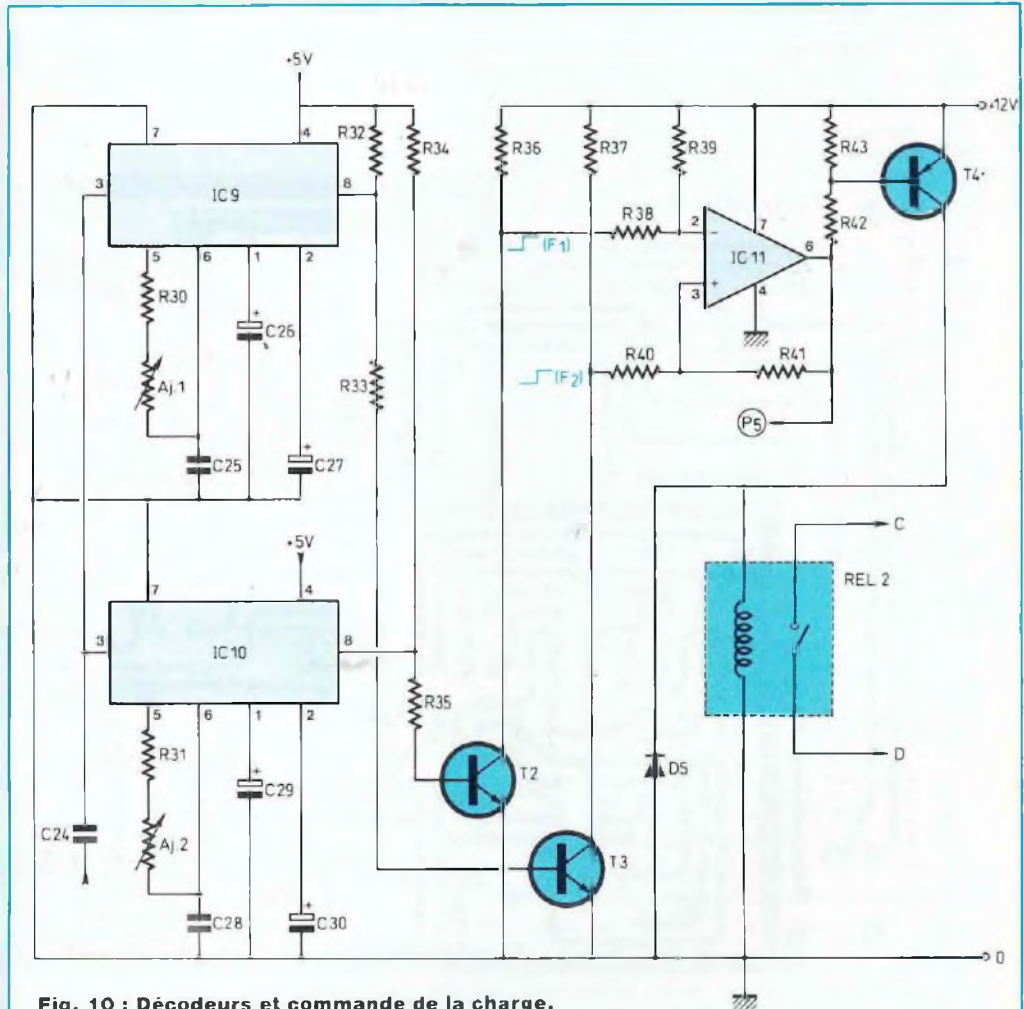

Fig. 10 : Décodeurs et commande de la charge.
La figure 10 regroupe les schémas de ces étages. Les créneaux de 200 mV précédemment évoqués parviennent, via C24, à deux circuits "tone decoder" LM 567, spécifiquement conçus pour réagir à une étroite bande de fréquences ΔF , autour d'une fréquence centrale d'accord F_0 . La résistance reliant les broches 5 et 6 et le condensateur de la broche 6, déterminent F_0 . Ici, nous accorderons C19 sur F2 de l'émetteur par R30, AJ1, C25 et C110 sur F1 par R31, AJ2 et C28. Les condensateurs C27 et C30 fixent la largeur relative de bande, $\Delta F/F_1$ ou
Les lecteurs familiarisés avec le circuit de décodage 567 s'étonneront sans doute de la capacité apparemment excessive des condensateurs de filtrage C26 et C29 (figure 10) : les données des constructeurs leur attribueraient plutôt quelque 2 à 3 μ F. Il s'agit, naturellement, d'un choix délibéré, dicté par deux motifs :
- ensuite, et surtout, ces capacités élevées provoquent, lors de la mise sous tension du récepteur, un bref passage (1 seconde) des sorties 8 de C19 et C10 au potentiel de la masse. Durant ce délai, T2 et T3 se bloquent et les extrémités gauches (figure 10)